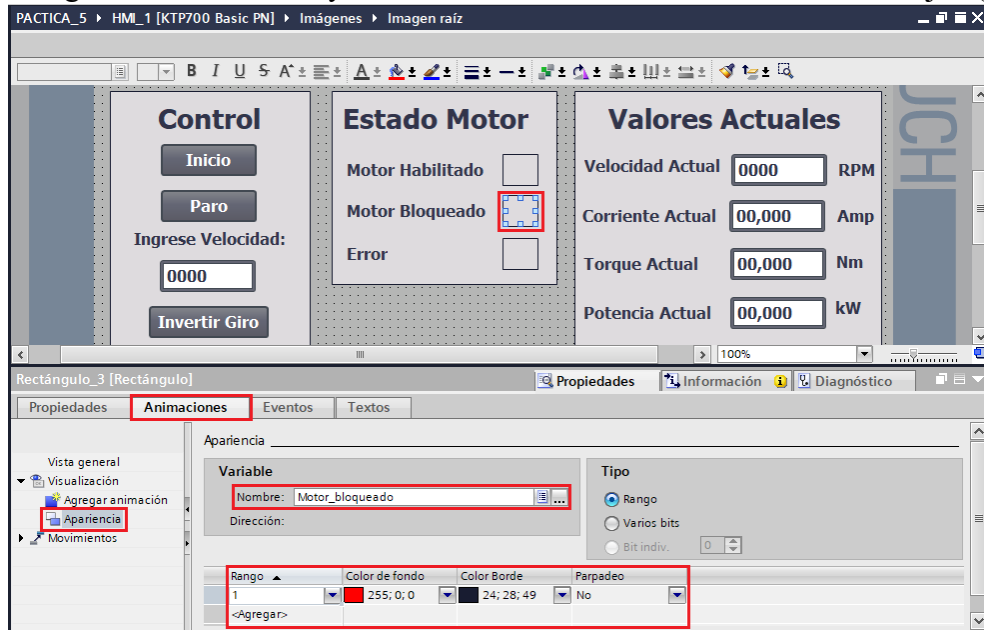

Figura 38. Configuración Motor Bloqueado
- En “Rango” seleccionar “1” y en “Color de fondo” seleccionar el color “Rojo” (ver Figura 38).